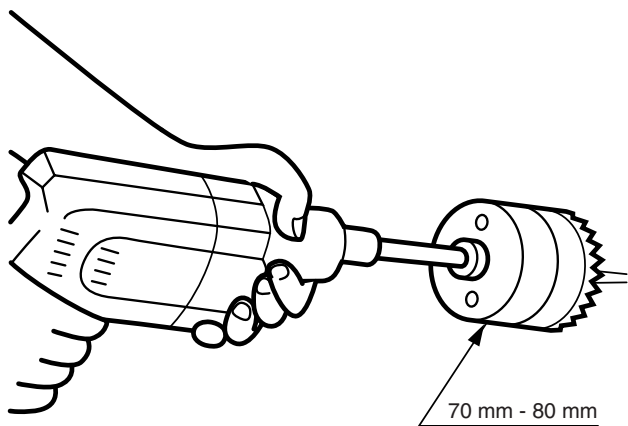

Figura 5
2. Haga la perforación para el conducto de humos. Use una sierra para aberturas de un diámetro de 70 a 80 mm (ver Figura 5). La abertura en el lado interior de la pared debe ser un poco más alta que la abertura en el exterior, con el fin de crear una leve pendiente en la